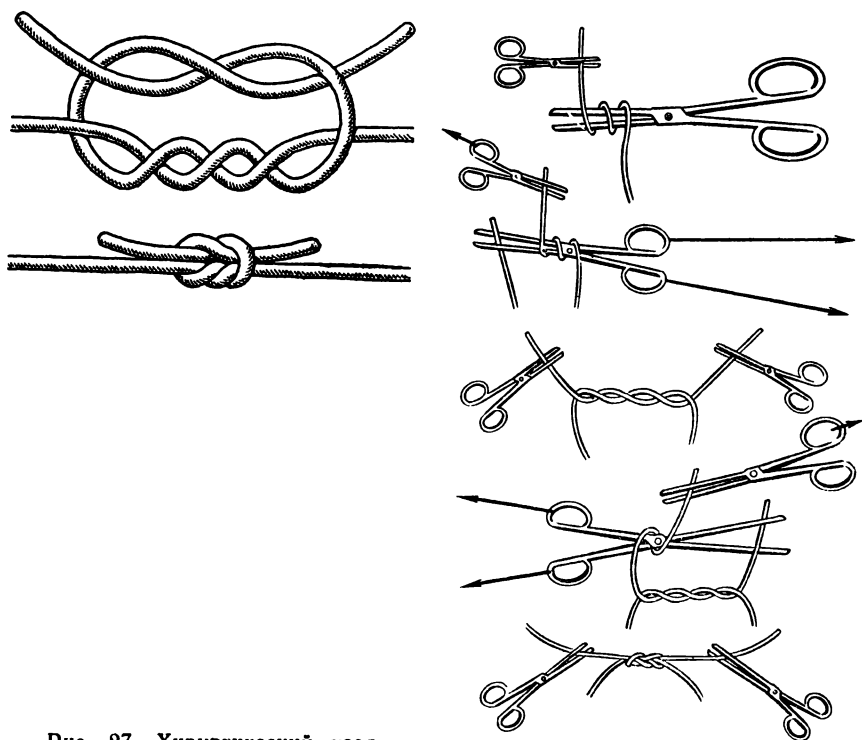

Рис. 27 Хирургический узел
**Хирургический узел** (рис. 27). Как уже рассказывалось в начале этой книги, узлы издавна применялись для различных целей не только в морском деле, но и в медицине. Ими до сих пор пользуются хирурги для завязывания нитей лигатур при остановке кровотечения и для сшивания тканей и кожи. В наши дни медицина еще не отказалась от применения узлов, и врачи умело их используют.